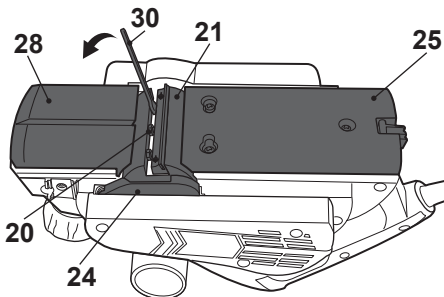
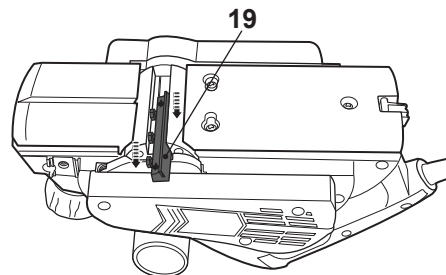

Fig. 15
Fig. 16
- > Gire el rodillo portacuchillas (21) de manera que la ranura quede paralela a la base de cepillar (25 y 28).
- > Afloje ligeramente los pernos hexagonales (20) en sentido antihorario utilizando la llave (30) (Fig. 15).
- > Presione hacia abajo la protección (24) y manténgala en esa posición.
- > Empuje ligeramente la cuchilla (19) con un trozo de madera y a continuación extráigala utilizando una herramienta adecuada, p. ex. pinzas (Fig. 16).